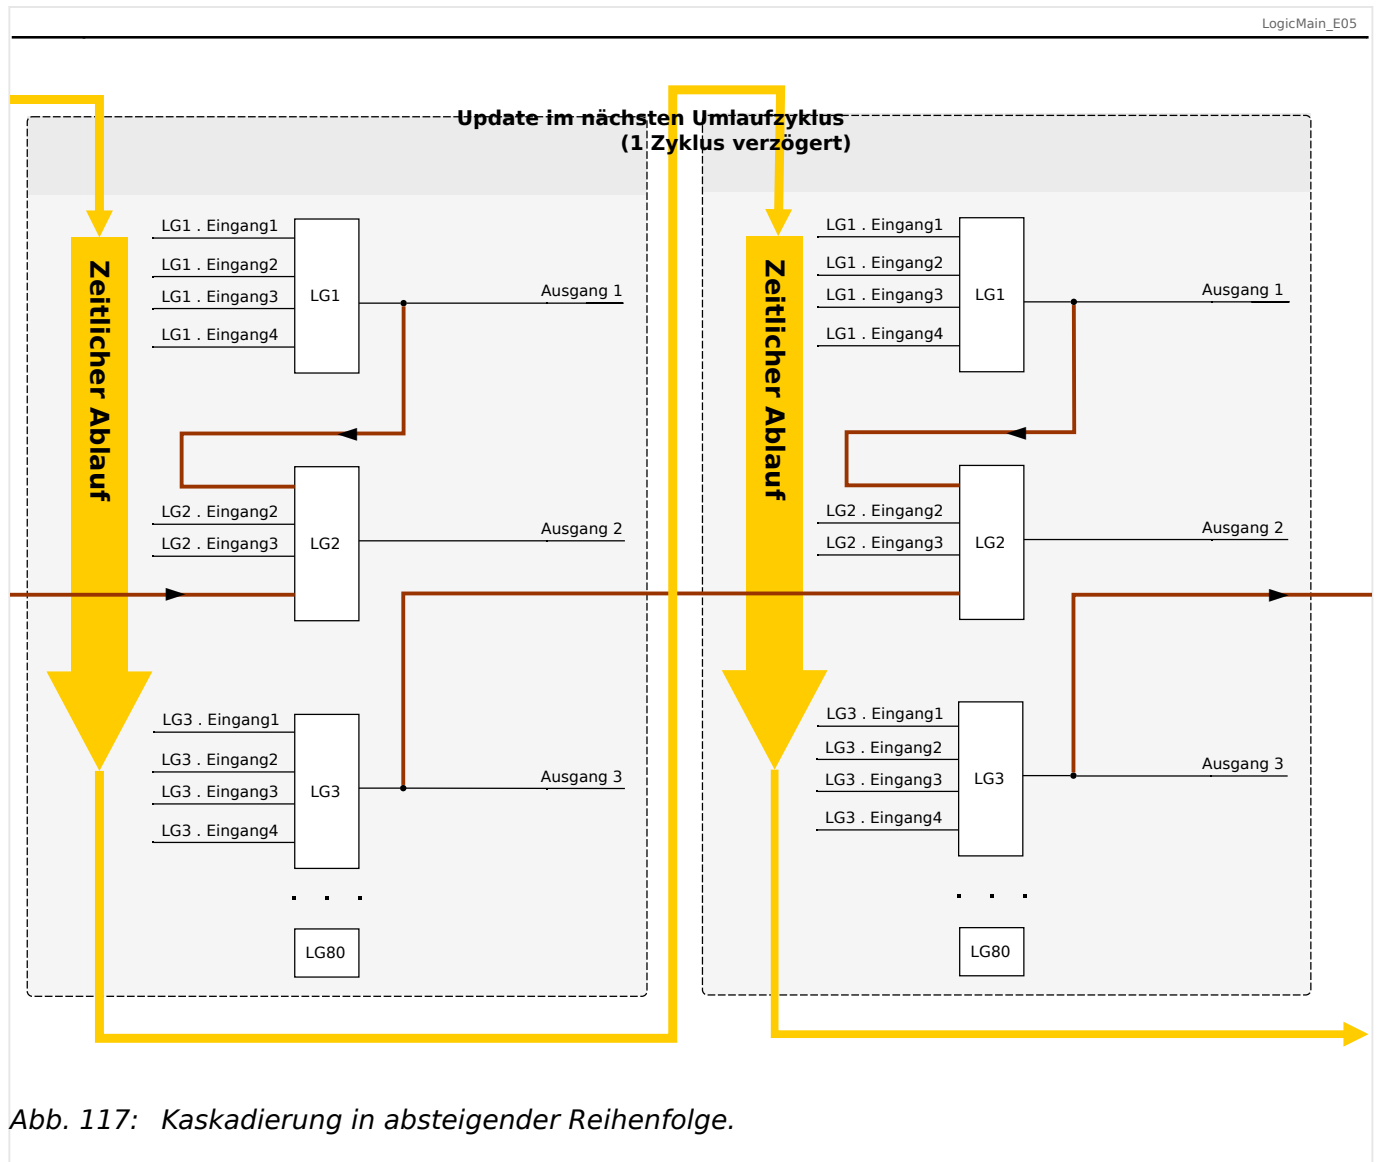

Abb. 117: Kaskadierung in absteigender Reihenfolge.
- Kaskadierung in **absteigender** Reihenfolge bedeutet, dass der Ausgang einer Logikgleichung auf den Eingang einer Logikgleichung mit **niedrigerer** Nummer rangiert wird. Das Diagramm →Abb. 117 zeigt ein Beispiel, bei dem der Ausgang von LG3 auf einen Eingang von LG2 rangiert wird.
Bei der Konfiguration des Schutzgerätes bestehen keinerlei Einschränkungen oder Unterschiede zwischen aufsteigender und absteigender Reihenfolge. Da allerdings während der Laufzeit des MRM4 die Logikgleichungen in aufsteigender Reihenfolge ausgewertet werden, haben die resultierenden Ausgangswerte, die am Eingang der Logikgleichung anstehen, ein unterschiedliches „Alter“, wie in →Abb. 116 und →Abb. 117 veranschaulicht wird.
Das in Abb. 117 gezeigte Beispiel zeigt eine Konfiguration von „Logikgleichung 2“, die den Ausgang von zwei weiteren Logikgleichungen, „Logikgleichung 1“ und „Logikgleichung 3“, als Eingangszustände verwendet. Hierbei ist der Ausgang von „Logikgleichung 1“ in aufsteigender Reihenfolge verwendet, sodass der Wert in jeweils demselben Prozesszyklus ermittelt wird. Der Ausgang von „Logikgleichung 3“ wird in absteigender Reihenfolge verwendet, sodass der Wert in dem jeweils vorherigen Prozesszyklus ermittelt wurde.